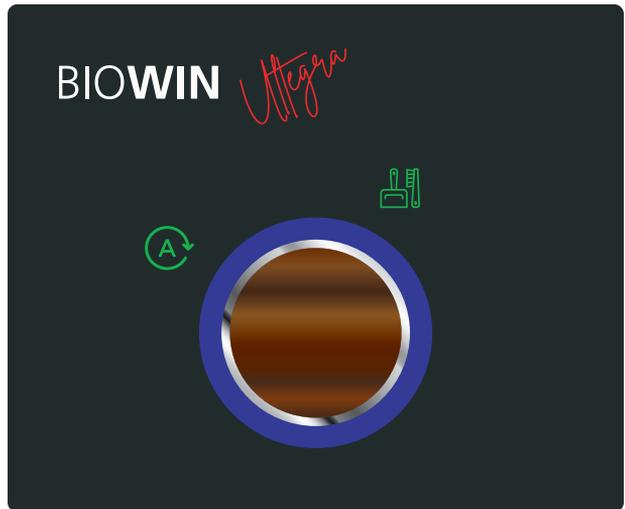
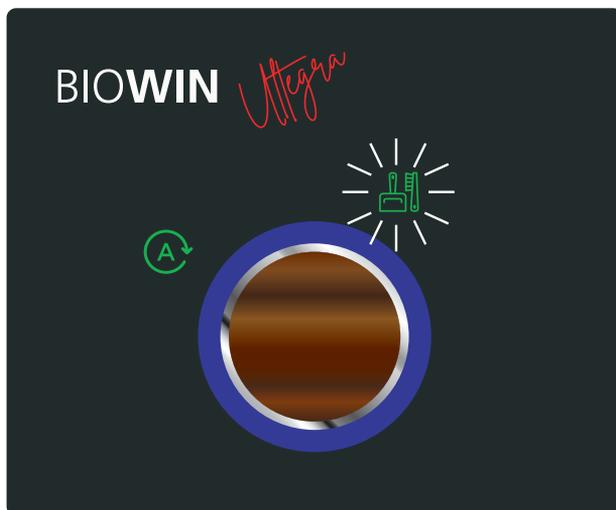

Fig. 40
Fig. 41
- Den myMagic Button auf das Symbol Reinigung  Drehen, das Symbol wird grün – Fig. 40. Den myMagic Button ca. 3 sec. gedrückt halten, das Symbol  blinkt (Fig. 41) und leuchtet anschließend wieder dauernd – Fig. 42. Die Reinigung ist bestätigt.